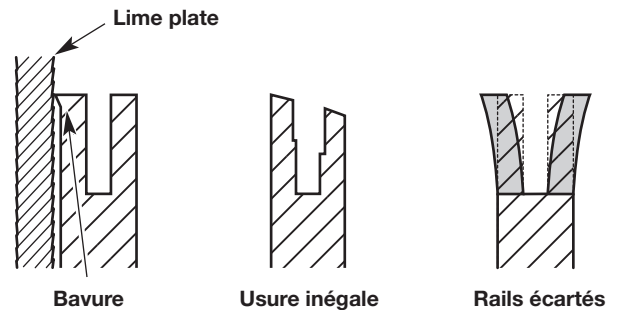

Fig. 30
3. Vérifiez fréquemment la tige de guidage afin d'y déceler des signes de dommages (Fig. 30). L'usure irrégulière et l'ébarbage des rails de guidage (les nervures de chaque côté de la rainure de la tige) sont des processus normaux d'usure de la tige de guidage. Ces défauts doivent être limés dès qu'ils se produisent (Fig. 30). Une tige de guidage avec les défauts suivants doit être remplacée :